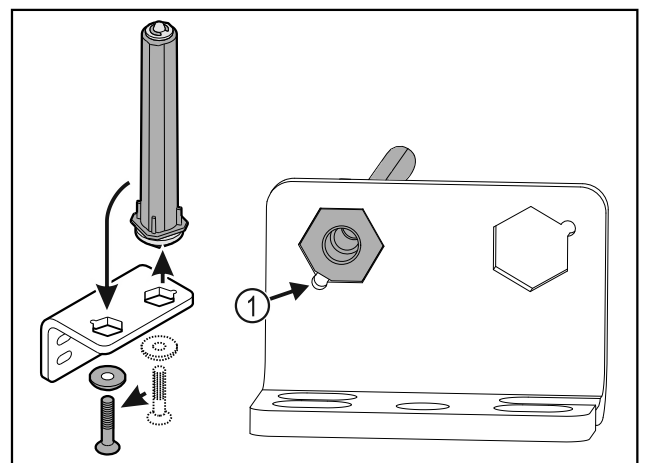

Fig. 39
- ▶ Βεβαιωθείτε ότι κατά την τοποθέτηση η λοξοτομή του πείρου είναι στραμμένη *Fig. 39 (1)* προς τη στρογγυλή οπή.